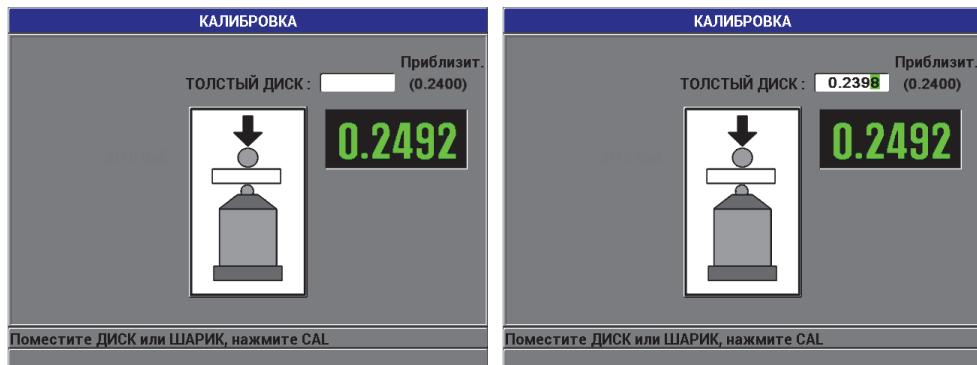

Рис. 4-9 Калибровочная точка ТОЛСТЫЙ ДИСК
6. Точка на калибровочной кривой, соответствующая ТОЛСТОМУ калибровочному диску: прибор дает указание оператору поместить калибровочную прокладку и элемент на наконечник ПЭП. Числовое значение данной калибровочной точки будет зависеть от выбора используемого шарика, диска или проволоки. Приблизительное значение толщины диска отображается в нижней ячейке измерения. Нажмите [CAL], чтобы перенести значение в текстовое поле. С помощью курсорных клавиш введите известное значение толщины калибровочного диска и нажмите [CAL] (см. Рис. 4-9 на стр. 89).